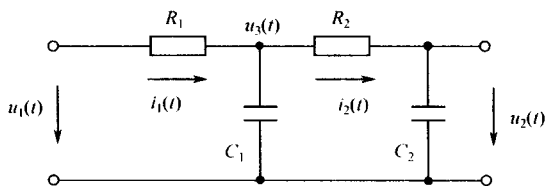

图 2-3 真题 3 电路
3. 图 2-3 中, 电压 $u_1(t)$ 、 $u_2(t)$ 分别是输入量和输出量, 绘出系统动态框图并求传递函数。
解 设电压 $u_3(t)$, 电流 $i_1(t)$ 、 $i_2(t)$ 如图 2-3 所示。采用运算阻抗法, 根据欧姆定律有